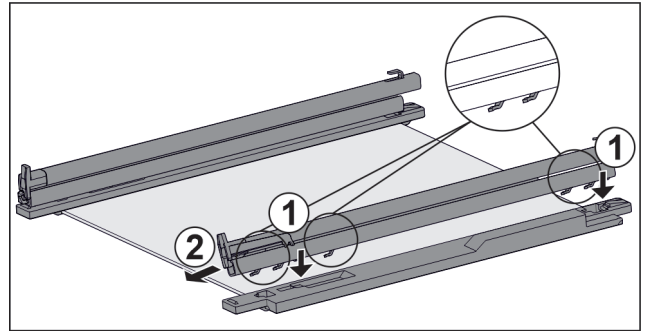

Fig. 125 Sklenená doska s kolajničkami a prídržnými dielmi
- Nasadte háky kolajničky na otvory **ľavého** prídržného dielu. Fig. 125 (1)
- Potiahnite kolajničku dopredu. Fig. 125 (2)
- Nasadte háky kolajničky na otvory **pravého** prídržného dielu. Fig. 125 (1)